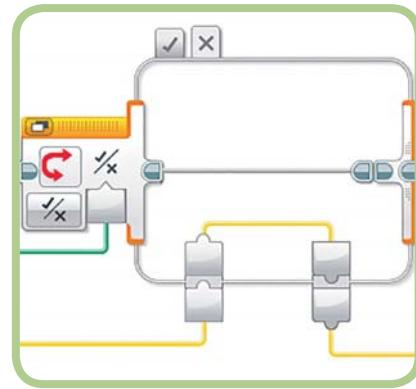

Рис. 9.17. Передача значения через блок **Переключатель** (Switch) в неизмененном виде
3. Ты можешь использовать блок **Переключатель** (Switch) сшинами данных, чтобы ограничить значение. Например, блок датчика может сравнить показание с пороговым значением и передать результат блоку **Переключатель** (Switch) в режиме **Логическое значение** (Logic). В одном случае блок **Переключатель** (Switch) передавал бы значение из блока датчика через пустой блок **Переключатель** (Switch) и дальше через шину данных (рис. 9.17), в другом — максимальное значение.